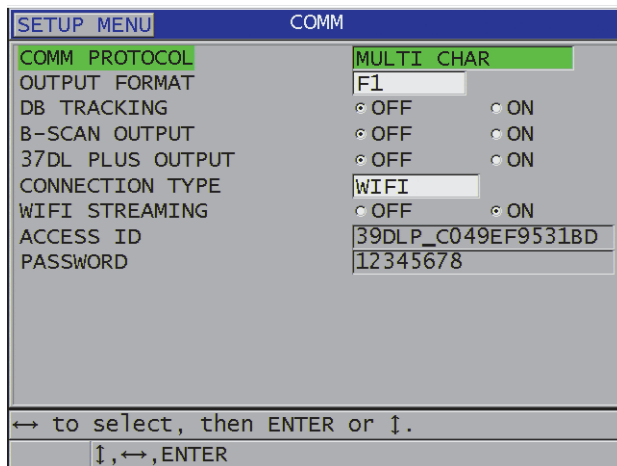

Figura 14-5 Configurazione WiFi
4. Nella schermata **COM.**, definire **TIPO CONNESSIONE** come **WIFI** (vedi Figura 14-5 a pagina 285).